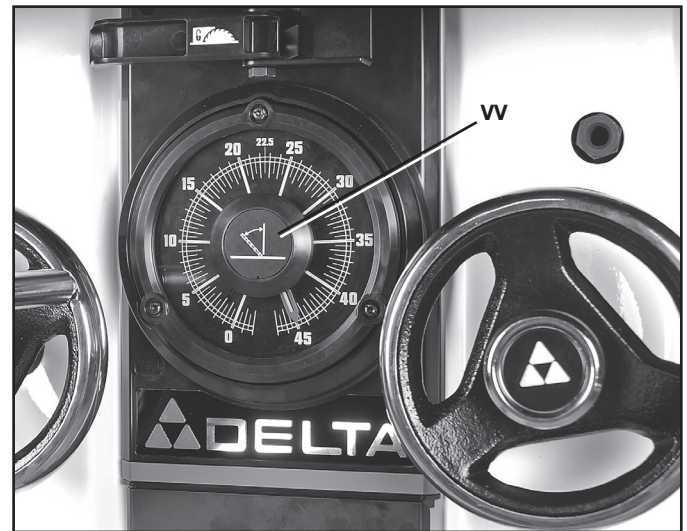

FIG. 43
1. Retirer le couvercle magnétique (VV) fig. 43.
- Remettre le couvercle magnétique en place (VV) fig. 43.